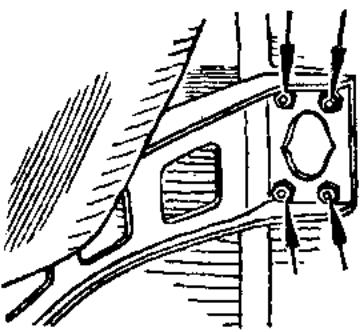

Рис. 10. Болты крепления подков.
8. Поптяните восемь болтов крепления полкосов, по четыре с каждой стороны (рис. 10).